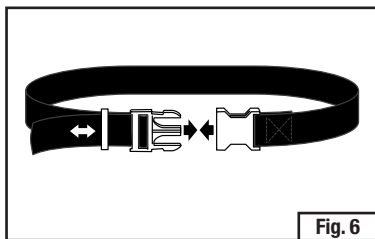

Fig. 6
3. Coloque o cinto ao redor da cintura e ajuste o tamanho para seu conforto (Fig. 6).